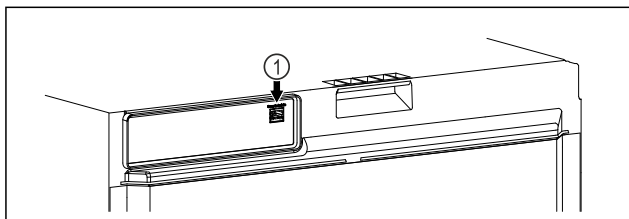

Fig. 118
- ☐ Le SmartModule Fig. 118 (1) est installé.